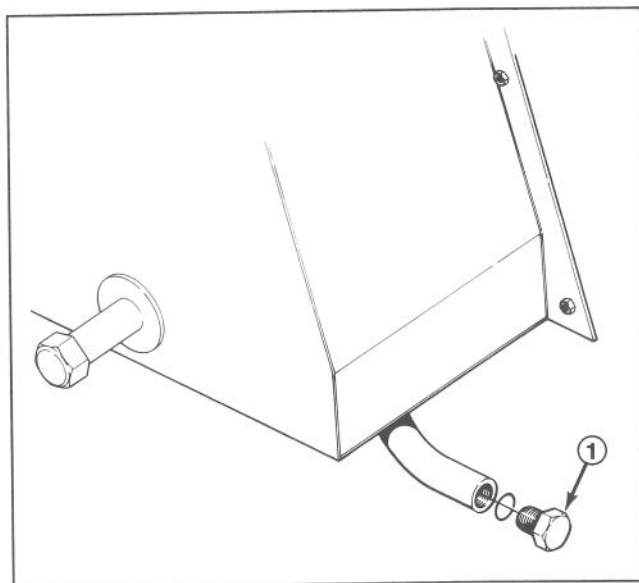

Bild 45
1. Die Ablassschraube (Bild 45) um eine halbe Umdrehung öffnen und das Öl in eine Auffangwanne ablaufen lassen, bis offensichtlich kein Wasser mehr ausläuft.
1. Die Ablassschraube (Bild 45) vom Reservoir entfernen und das Hydrauliköl in eine Auffangwanne ablaufen lassen. Wenn kein Öl mehr ausströmt, die Ablassschraube wieder einsetzen und festziehen.